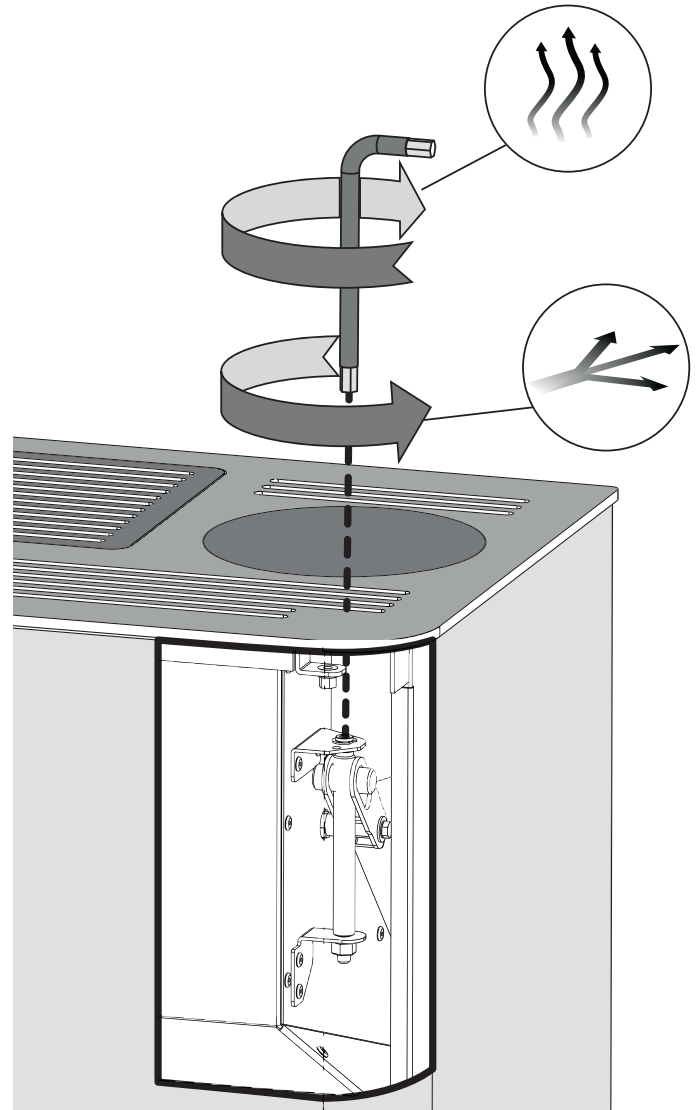

fig. 5.14
- Wirken Sie durch den Schlüssel aus der Ausstattung auf die Einstellschrauben, die von den Gittern des Oberteils des Ofens erreichbar sind, ein (Abb. 5.14).